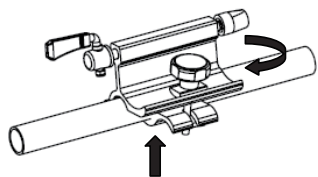

fig.5
2. クランプを製品本体に取り付け、ノブを回ししっかりと締め込みます。(fig.5)